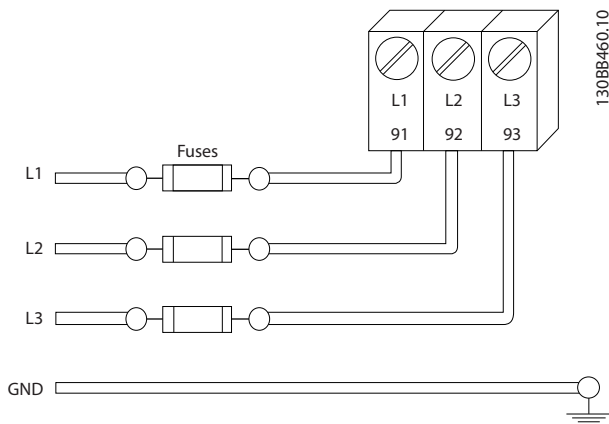

图 2.4 变频器熔断器
- 必须为所有变频器都提供短路和过电流保护。为了提供这种保护，须采用输入熔断装置，请参阅 图 2.4。如果出厂时没有附带熔断器，则须由安装商作为安装的一部分而提供。请参阅 10.3.1 保护中的熔断器最大额定值。
- 必须为所有变频器都提供短路和过电流保护。为了提供这种保护，须采用输入熔断装置，请参阅图 2.4。如果出厂时没有附带熔断器，则须由安装商作为安装的一部分而提供。请参阅 10.3.1 保护中的熔断器最大额定值。